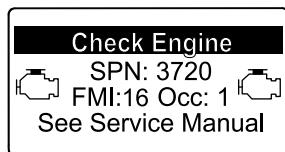

Figure 51
- Avertissement moteurSPN 3720, FMI 16 (Figure 51)